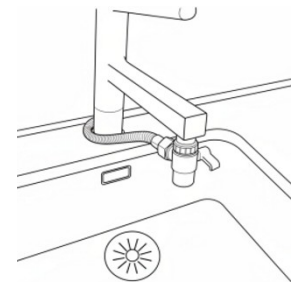

Bild 1 Anschluss Wasserhahn
- Den Duschschauch am vormontierten Y-Ventil fest anschrauben (siehe Bild 1).